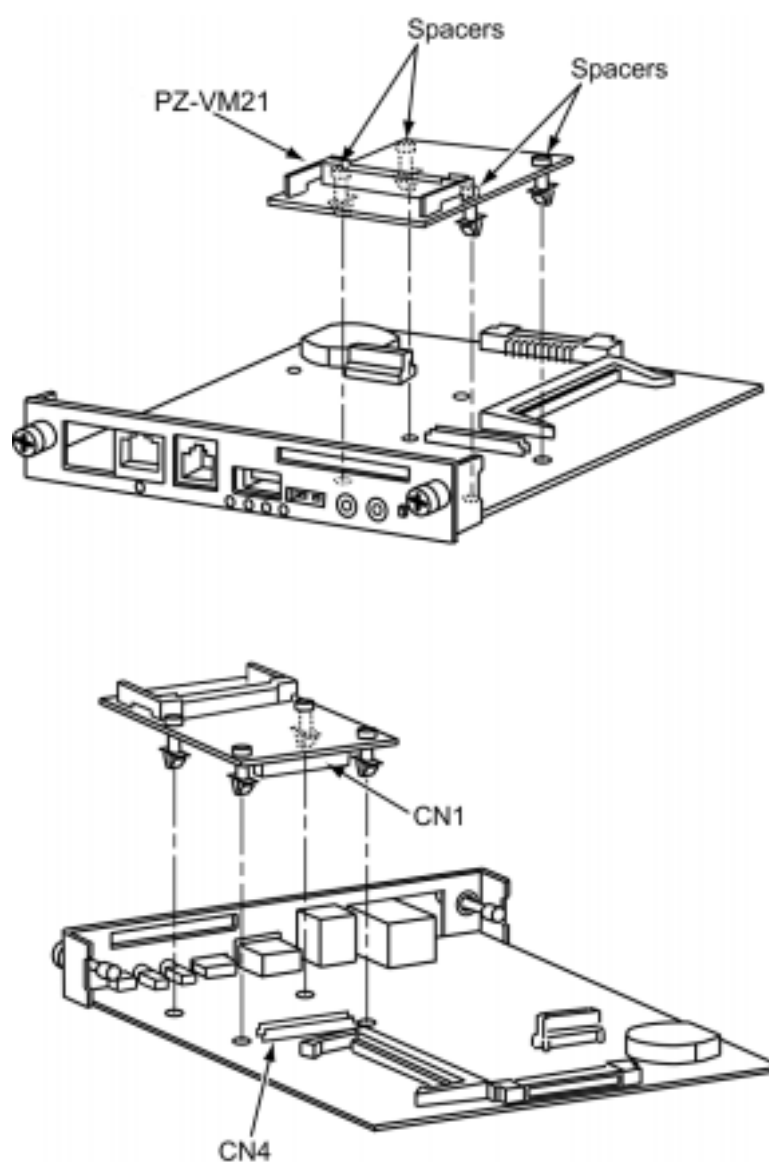

图4-8 安装PZ-VM21板
1. 在 PZ-VM21 板上安装塑料支架。确定塑料支架在 CN1 连接器侧。参考“图 4-8”。